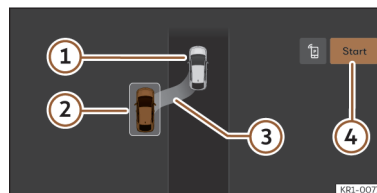
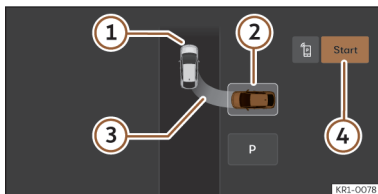

Fig. 137 No ecrã do sistema infotainment: posição para estacionar em linha.
Fig. 138 No ecrã do sistema infotainment: posição para estacionar em espinha.
>>> **Fig. 137**, >>> **Fig. 138**
- ① Próprio veículo
- ② Lugar de estacionamento detetado
- ③ Indicação da manobra proposta para estacionar
- ④ Iniciar a manobra de estacionamento
• Observe na visualização do ecrã do sistema infotainment se se detetou o lugar como «apropriado» e se atingiu a posição correta para estacionar >>> **Fig. 137**, >>> **Fig. 138**. Pare o veículo, siga as instruções apresentadas no infotainment.
• Pare o veículo, carregue no travão e, após uma breve pausa, pressione a tecla **Iniciar** ④ no sistema infotainment.